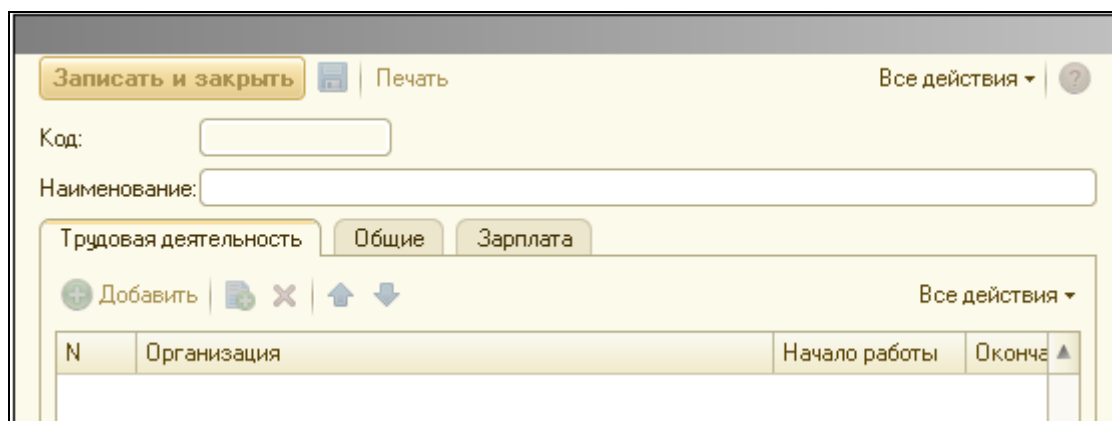

Рисунок 1.20 Табличные части в форме справочника
2. Перейти на закладку **Формы**. Создать форму элемента справочника. Установить тип формы: **Обычная**. Нажать **Готово**. На экране отображаются все табличные части в виде закладок (рис.1.20).